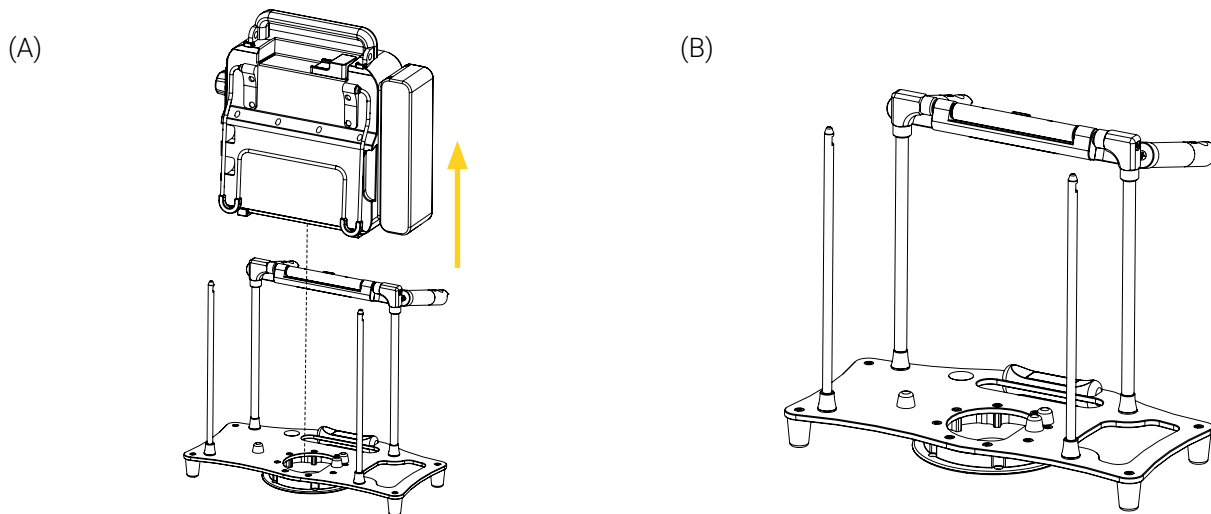

Figure 9: Retrait de l'appareil médical du support
2. Soulever verticalement et retirer l'appareil médical du support (Figure 9), puis le mettre de côté.